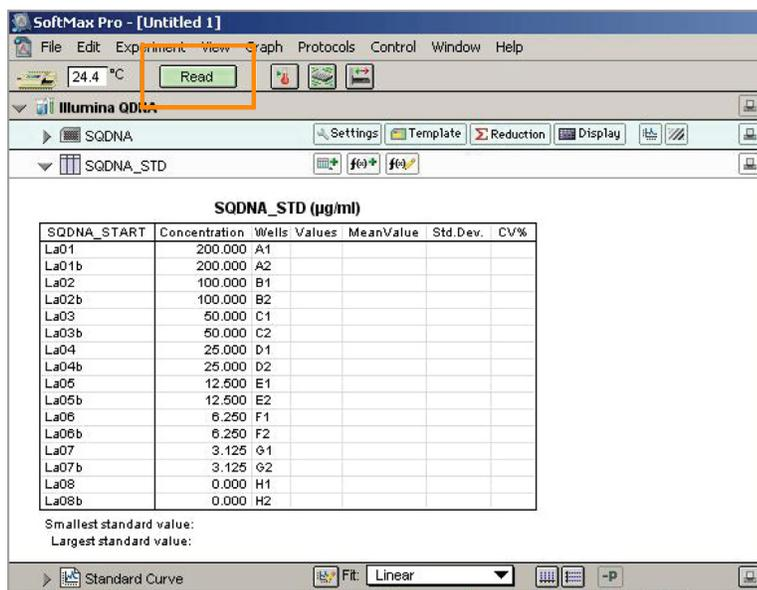

Рис. 22 Считывание планшета со стандартом для количественного анализа ДНК
6. Нажмите **Read** (Считать) в интерфейсе SoftMax Pro (Рис. 22) для запуска считывания планшета со стандартом для количественного анализа ДНК.